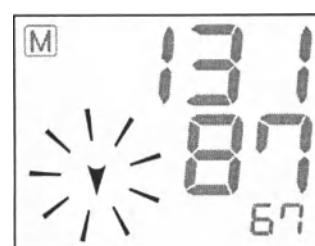

Рис.12
2. Нажмите кнопку «/». На дисплее кратковременно отобразятся все символы. Далее на дисплее появится результат предыдущего измерения, замигает символ стравливания и прибор выпустит остатки воздуха из манжеты (рис.12).